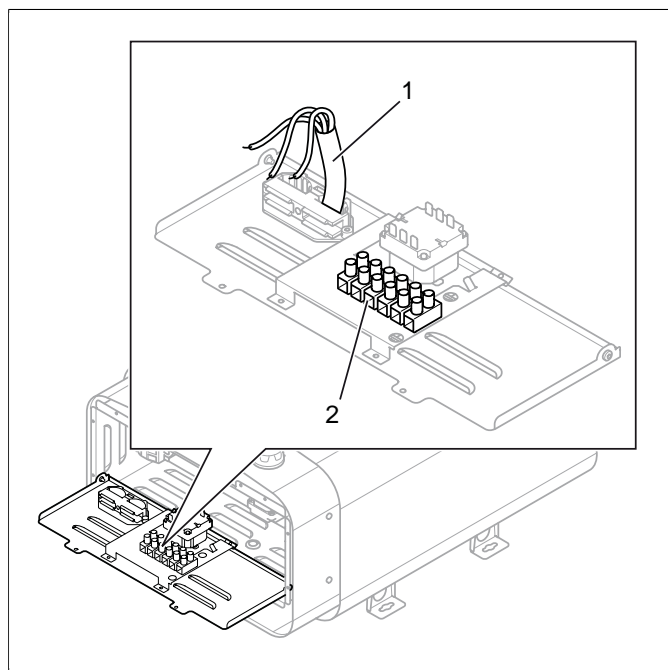

Fig 6: Carte électronique
Raccorder le câble électrique (1) au rack (2 (cf. **Fig 6**, page 4) selon schéma de raccordement (cf. Le paragraphe **Schéma de raccordement**, page 6).